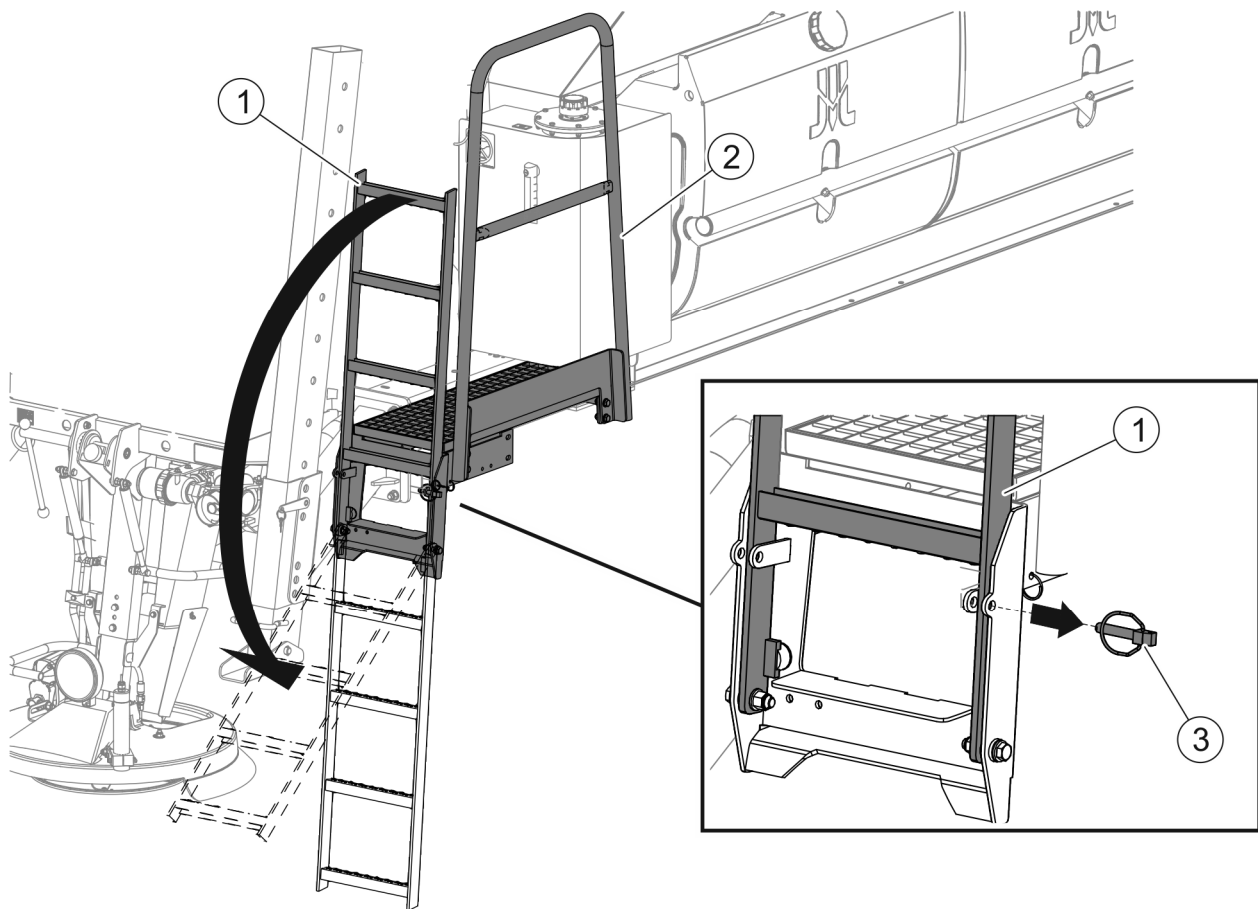

РИСУНОК 4.13 Платформа з драбиною
(1) - драбина; (2) - платформа; (3) - шплінт кріплення
Підйом і опускання брезенту можна полегшити, піднявшись на платформу (РИСУНОК 4.13), обладнаний драбиною (1).
Щоб опустити драбину (РИСУНОК 4.13) належить: